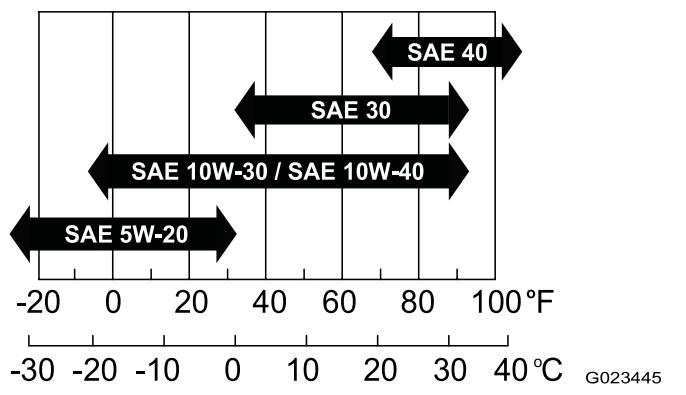

Figura 13
- Viscosidad:** SAE 30; consulte otras viscosidades en la tabla siguiente (Figura 13):